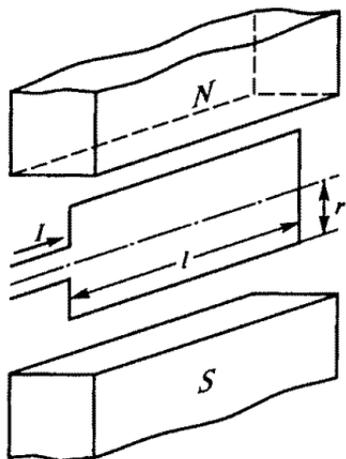

Рис. 61
2.37.Р. Каков момент, развиваемый рамкой с током, расположенной в магнитном поле на рис. 61, если $I = 5$ А, $l = 0,2$ м, $r = 0,1$ м, $B = 0,6$ Тл, а плоскость рамки совпадает с направлением силовых линий?